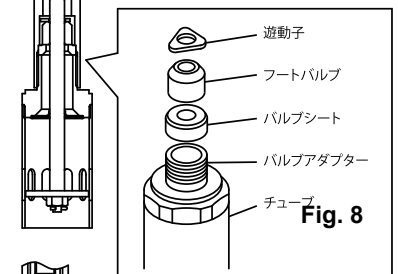

Fig. 8
- 7) 下ポンプのシリンダー部分をバイスに固定し、バルブアダプターにスパナを掛けてねじ戻し外すと、バルブシート、フートバルブ、遊動子を取り出すことができます。(Fig. 8)